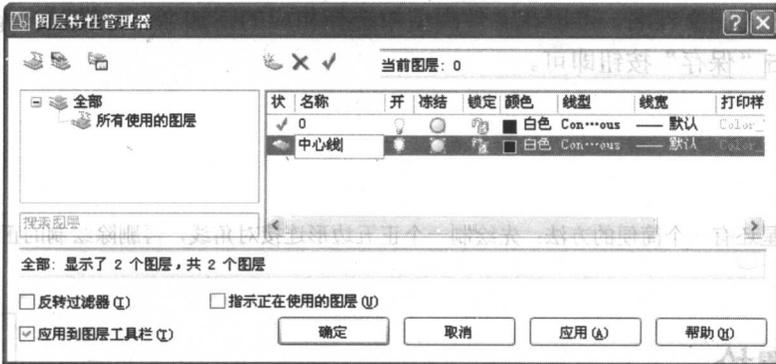

图 2-3 更改图层名
(2) 单击“新建”按钮创建一个新层, 将该层的名字由默认的“图层 1”改为“中心线”, 如图 2-3 所示。